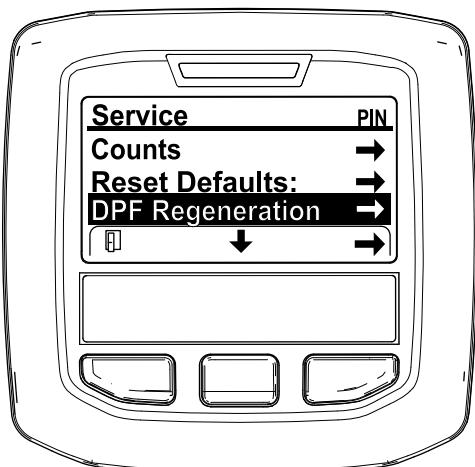

Figura 43
- En el MENÚ MANTENIMIENTO, pulse el botón central hasta que aparezcan las opciones de RESTAURACIÓN DEL FPD y pulse el botón derecho para seleccionar la opción MANTENIMIENTO (Figura 43).